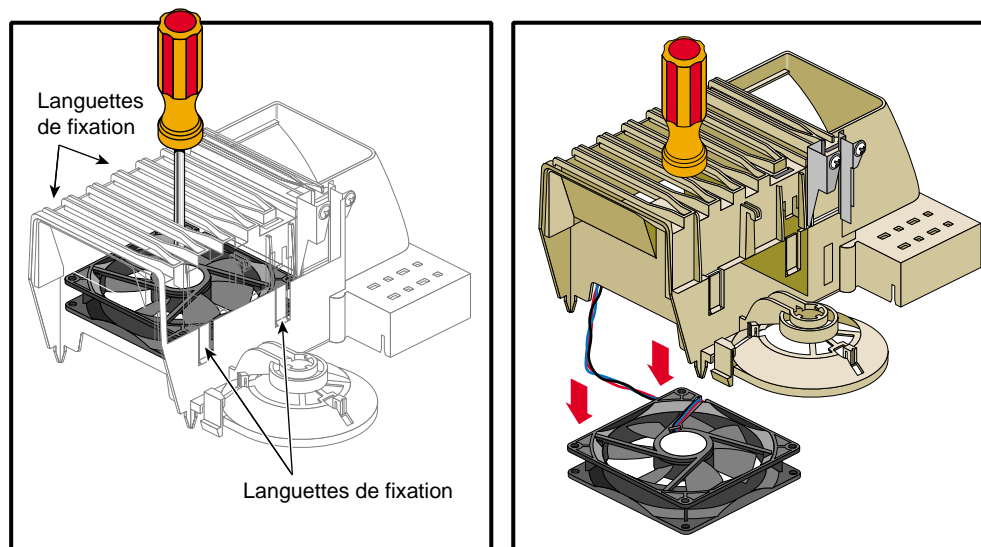

Figure 2-15 Démontage du ventilateur de son cadre en plastique
6. Le ventilateur est maintenu dans son cadre en plastique par quatre languettes de fixation. Pour séparer le ventilateur de son cadre en plastique, placer le cadre sur une surface plate, le cadre étant tourné vers le bas, comme le montre la Figure 2-15.
7. Appuyer délicatement sur la partie centrale du ventilateur à l'aide d'un tournevis plat. Pousser sur le ventilateur tout en dégageant une languette à la fois en l'éloignant du ventilateur. La procédure est montrée sur la Figure 2-15.